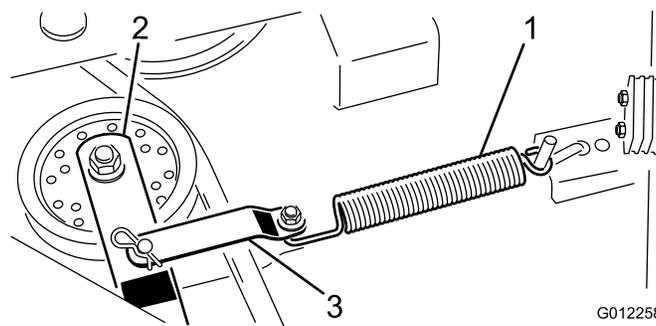

Bild 22
2. Haken Sie die Feder vom Spannarm aus, um die Riemen Spannung zu lösen (Bild 22). Entfernen Sie den Splint und Lastösenbolzen, mit denen die Spannarmhalterung am Spannarm befestigt ist.
7. Montieren Sie die Spannarmhalterung mit dem Splint und Lastösenbolzen am Spannarm (Bild 22). Haken Sie die Feder an der Spannarmhalterung ein. Die Feder sollte auf eine Länge von 18 cm ausgezogen sein, damit die richtige Riemenspannung sichergestellt wird. Wenn die Feder nicht auf diese Länge ausgezogen ist, versetzen Sie die Federspange in ein neues Befestigungsloch, das weiter vom Riemen entfernt ist.